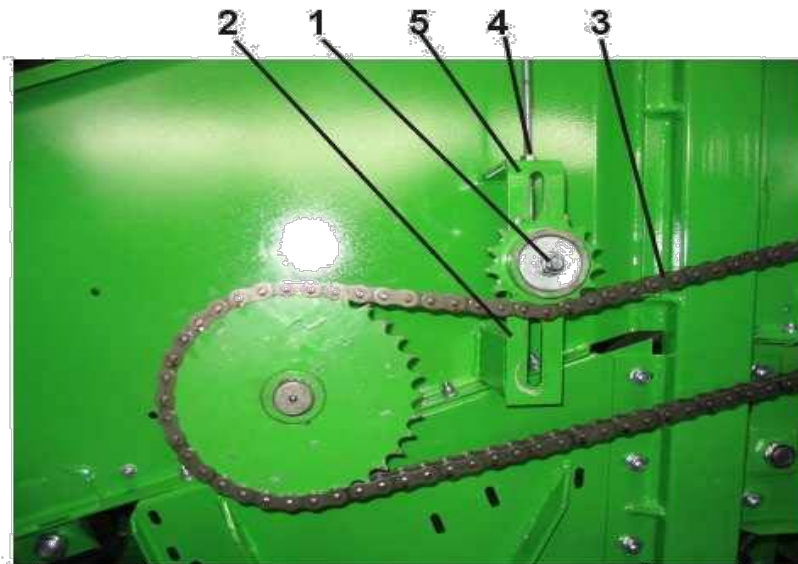

Abb. 37. Einstellung der Kettenspannung am hinteren Siebtransporterantrieb
- löse Mutter (1 Abb. 37),
- ziehe Mutter (4) des Spannwerks (5) an,
- ziehe Mutter (1) an.